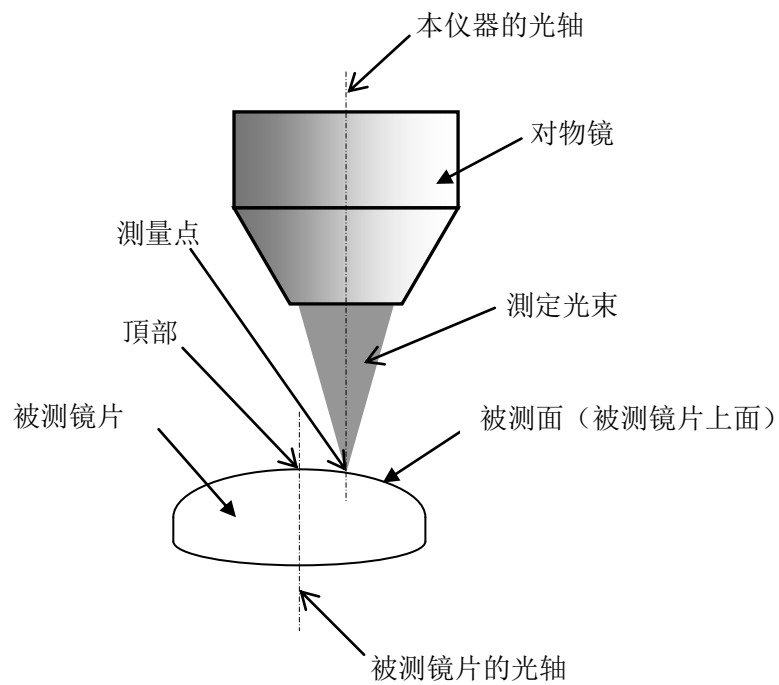

图 3. 测定配置图
- (1) 系统 / 进行底面测定 / 归零块测定，把被测镜片放到受台上。
- (2) 点对准被测镜片的上面。观测本体右侧的接目镜（MICRO SWH 10×），如图3所示，焦点对准被测镜片上面。